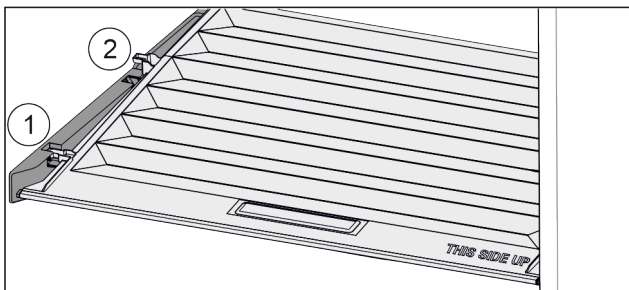

Fig. 75
- ▶ Deslice la tapa hacia delante hasta la abertura de las piezas de sujeción Fig. 75 (1).
- ▶ Levántela por detrás desde abajo y retírela tirando hacia arriba Fig. 75 (2).